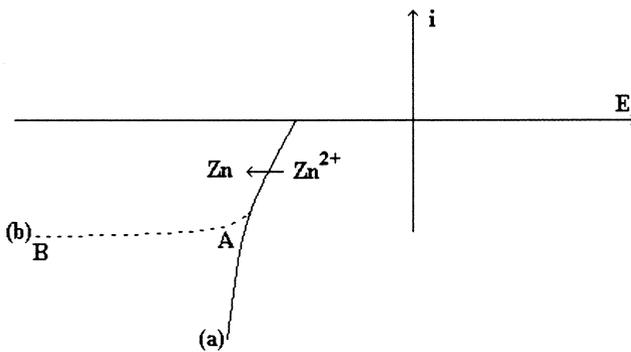

Figure 4 : courbes intensité-potential du zinc
- 12- Selon la concentration en zinc, la courbe intensité-potentiel relative au couple  $\text{Zn}^{2+}/\text{Zn}$  peut avoir des allures différentes (figure 4). Comment s'appelle le segment AB ? Expliquer sa présence (vous pourrez vous aider d'un schéma).